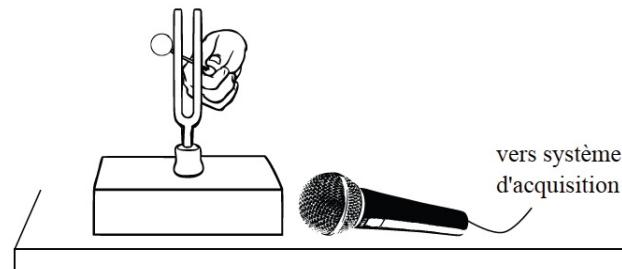

FIGURE 3 – Schéma du dispositif expérimental étudié dans la question Q9
Pour préciser l'estimation précédente du facteur de qualité du diapason, on réalise un enregistrement à l'aide d'un microphone en utilisant un diapason équipé d'une caisse de résonance en bois permettant d'augmenter l'intensité de l'émission sonore (voir schéma du montage, figure 3). On obtient les deux enregistrements présentés sur la figure 4.
- Q6. Tous les autres paramètres étant fixés, la réponse du circuit à un échelon de tension donne lieu à différents régimes selon la valeur de la résistance variable  $R$ . Identifier et nommer les trois régimes associés aux courbes 1, 2 et 3 de la figure 3 en justifiant.